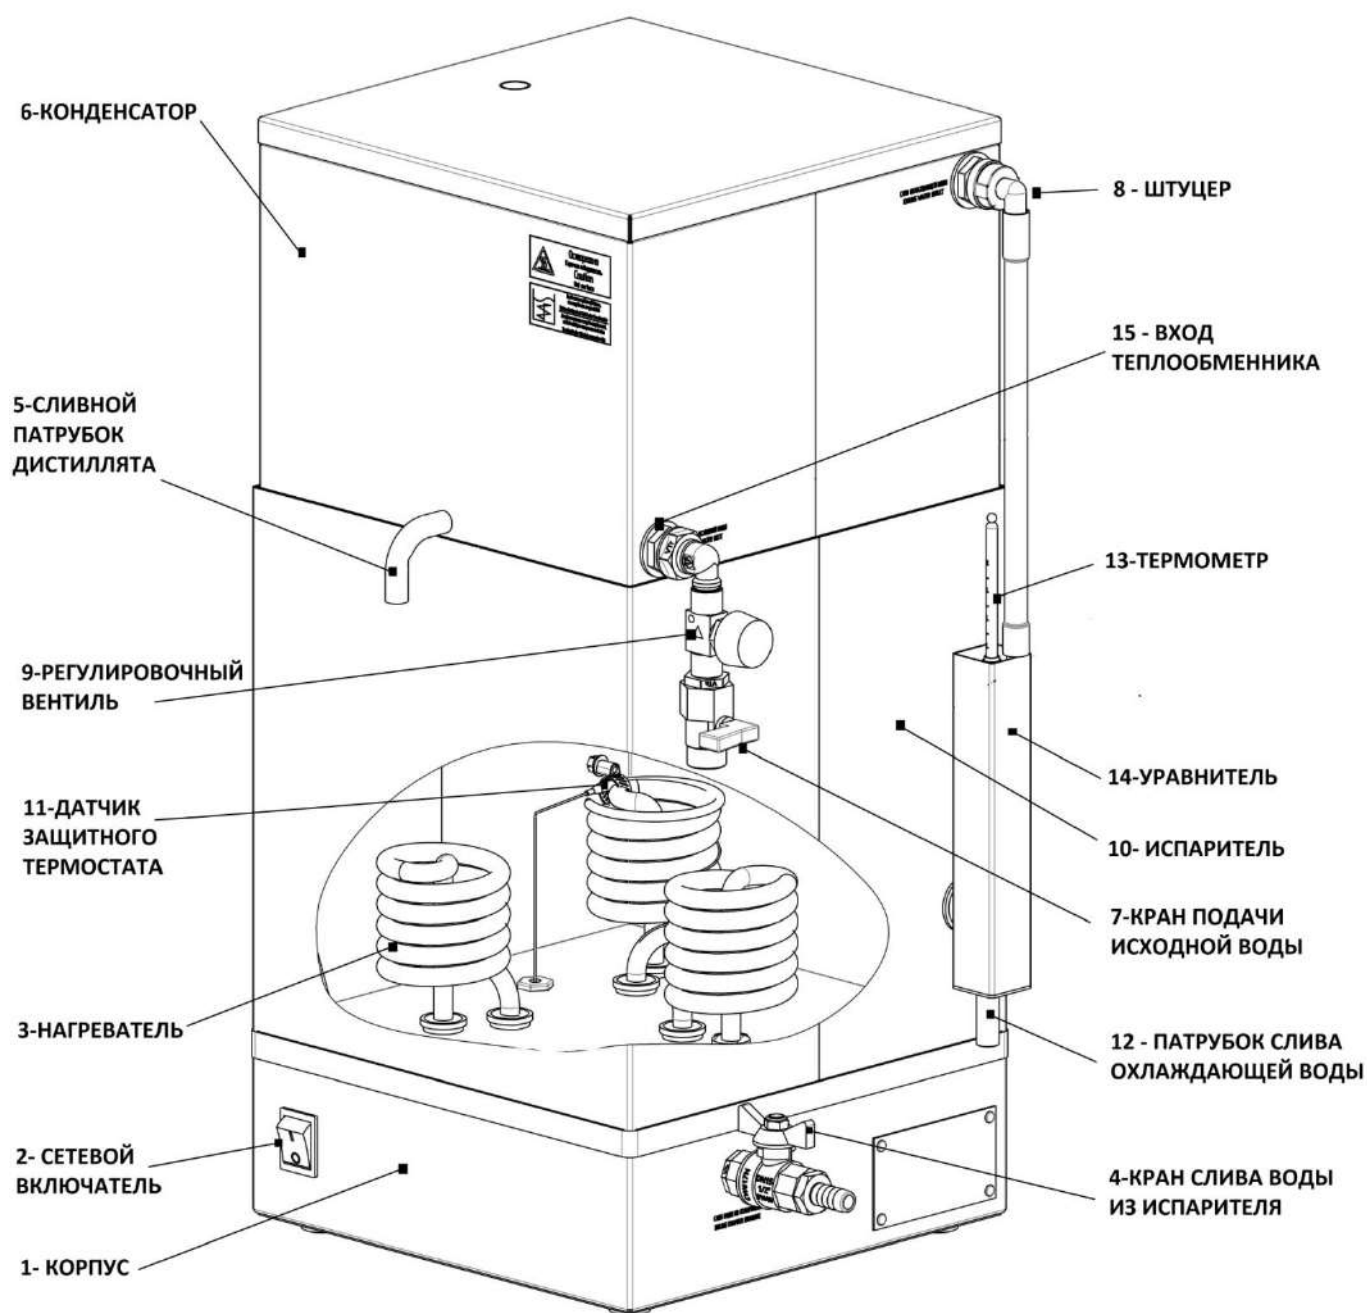
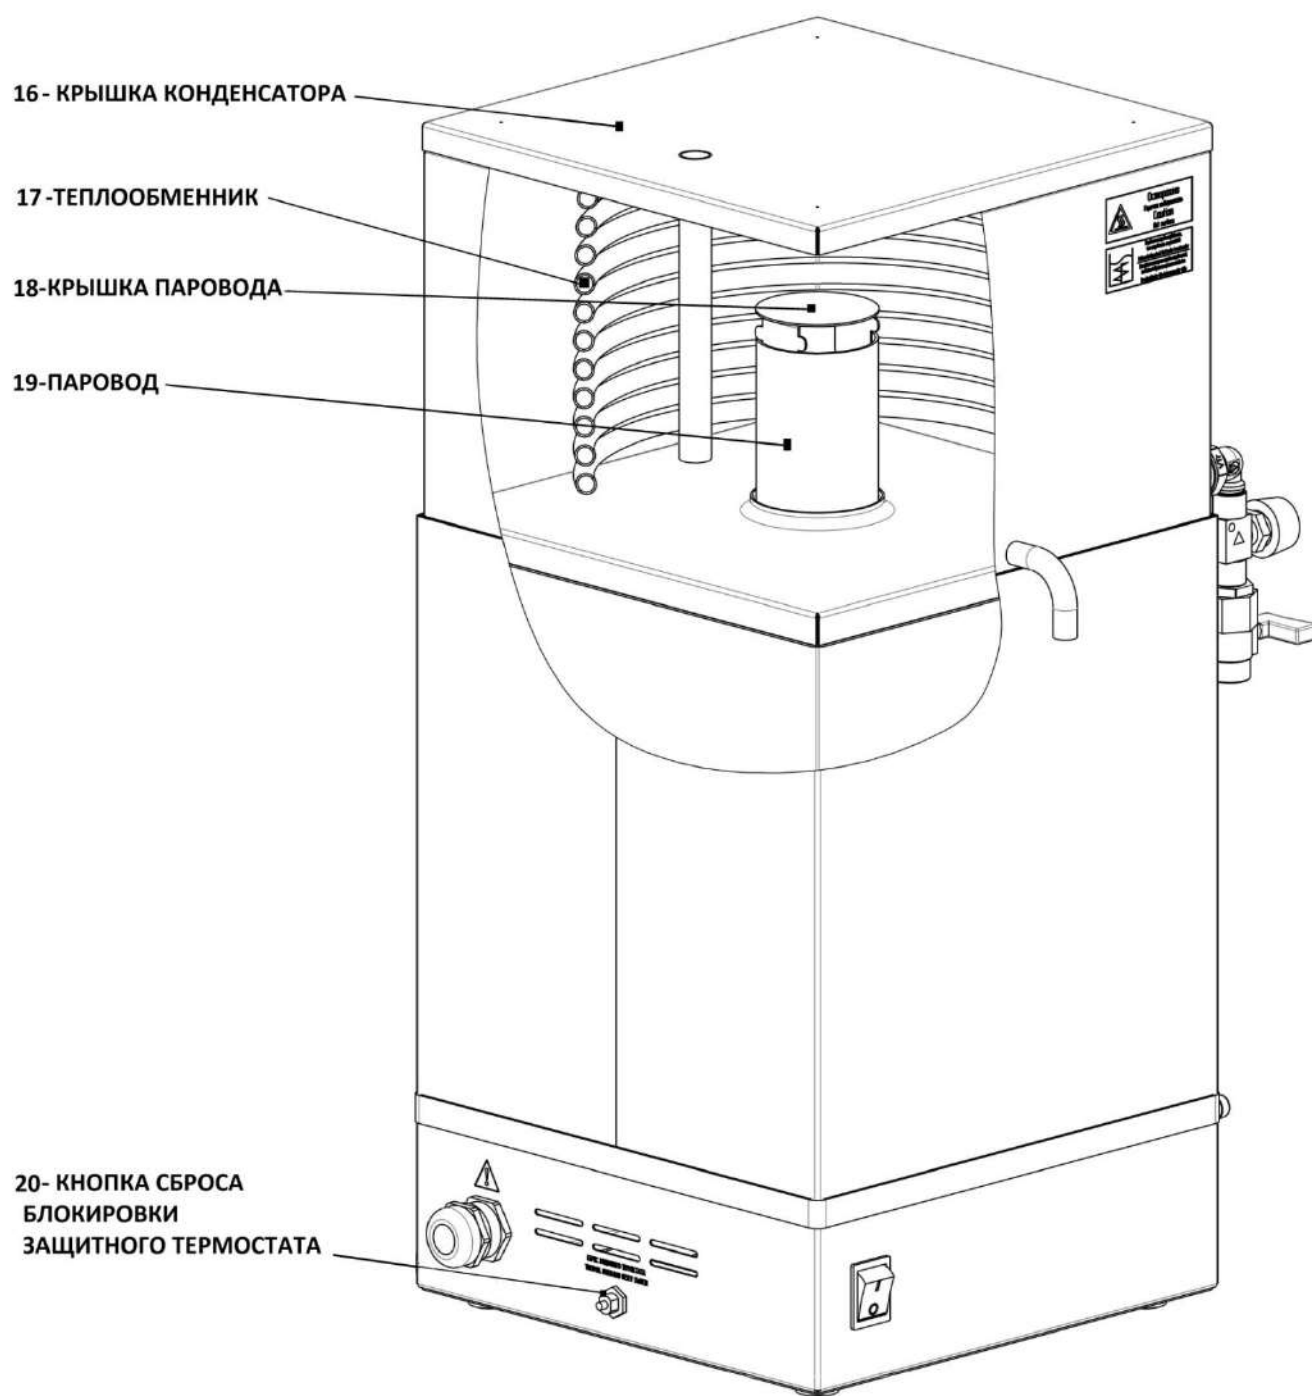

Рисунок 1. Устройство аквадистилляторов электрических Liston A 1204, Liston A 1210, Liston A 1225, где:
Рисунок 2. Устройство аквадистилляторов электрических Liston A 1204, Liston A 1210, Liston A 1225, где:
4.2.1. Исходная вода подается в испаритель через Кран подачи исходной воды поз.7 (Рисунок 1).
4.2.2. При включении Сетевого переключателя поз.2 (переключатель подсвечивается при включении) автоматика включает Нагреватель поз.3 (Рисунок 1)
4.2.3. Регулировка расхода воды, идущей на охлаждение, осуществляется с помощью Регулировочного вентиля поз.9 (Рисунок 1)
4.2.4. Исходная вода закипает в Испарителе поз.10 (Рисунок 1), образуется водяной пар, который сепарируется и через Паровод поз.19 (Рисунок 2) попадает в Конденсатор поз.6 (Рисунок 1). На внутренних стенках Конденсатора поз.6 (Рисунок 1) и Теплообменника поз.17 (Рисунок 2) пар конденсируется с образованием дистиллированной воды.
4.2.5. Уровень воды в испарителе поддерживается Уравнителем поз.14 (Рисунок.1) засчет перелива воды в сливную трубу.
4.2.6. Выход дистиллята производится через Сливной патрубок дистиллята поз 5. (Рисунок 1). Для сбора дистиллята используется дополнительная тара.
6.8. Присоединить трубку силиконовую (L=0,5м) к Сливному патрубку дистиллята поз. 5 (Рисунок 1) и закрепить пластиковой стяжкой (входит в комплект поставки).
6.9. Подключить сливной шланг 12x20 мм для аквадистилляторов Liston A 1204 и Liston A 1210 и шланг слива 16x25 мм для аквадистиллятора Liston A 1225 к Патрубку слива охлаждающей воды поз.12 (Рисунок 1). Соединение шланга с Патрубком слива охлаждающей воды поз.12 (Рисунок 1) стянуть винтовым хомутом, входящим в комплект поставки
ВАЖНО: Слив охлаждающей воды из Патрубка поз.12 должен быть свободным - шланг должен быть под уклоном и на нем не должно быть изгибов и колен (при необходимости можно уменьшить длину шланга). Перепад высот между Патрубком поз.12 и местом подключения шланга к канализации должен быть не менее 0,2 м. В противном случае возможно появление воздушной пробки, уровень воды в испарителе повысится и начнется перелив воды из Уравнителя поз.14 (Рисунок 1).
6.10. Произвести сборку узла подачи исходной воды, используя уплотнительную ленту (ФУМ), состоящего из Переходного ниппеля $\frac{1}{2}$ "- $\frac{1}{4}$ ", Угольника $\frac{1}{4}$ "- $\frac{1}{4}$ ", Вентиля регулировочного $\frac{1}{4}$ "- $\frac{1}{4}$ " поз.9 (Рисунок 1), Переходного ниппеля $\frac{1}{4}$ "- $\frac{1}{2}$ ", Крана подачи исходной воды $\frac{1}{2}$ " поз.7 (Рисунок 1). (Либо второй вариант - Угольника $\frac{1}{2}$ "- $\frac{1}{2}$ ", Переходного ниппеля $\frac{1}{2}$ "- $\frac{1}{4}$ ", Вентиля регулировочного $\frac{1}{4}$ "- $\frac{1}{4}$ " поз.9 (Рисунок 1), Переходного ниппеля $\frac{1}{4}$ "- $\frac{1}{2}$ ", Крана подачи исходной воды $\frac{1}{2}$ " поз.7 (Рисунок 1)), Все компоненты данного узла входят в комплект поставки.
6.11. Подключить собранный узел подачи исходной воды к Входу теплообменника поз.15 (Рисунок 1).
6.12. Подключить гибкую подводку $\frac{1}{2}$ " одним концом к Крану подачи исходной воды поз.7 (Рисунок 1), а другим концом через сетчатый фильтр $\frac{1}{2}$ " (входит в ком-
6.13. Присоединить Штуцер с наружной резьбой $\frac{1}{2}$ "-12 мм для аквадистиллятора Liston A 1204 и Штуцер с наружной резьбой $\frac{1}{2}$ "-16 мм для аквадистилляторов Liston A 1210 и Liston A 1225 через уплотнительную ленту (ФУМ) к Крану слива воды из испарителя поз.4 (Рисунок 1).
7.2. При первоначальном пуске, после длительного перерыва в работе, а также после ремонтно-профилактических работ, необходимо провести мойку и дезинфекцию наружных поверхностей аквадистиллятора, а также внутренних поверхностей Конденсатора поз.6 (Рисунок 1) и поверхности Теплообменника поз.17 (Рисунок 2) в соответствии с ОСТ 42-21-2-85 3% раствором перекиси водорода по ГОСТ 177-88 с добавлением 0,5% моющего средства типа «Астра», «Лотос» по ГОСТ 25644-96, а также 1% раствором хлорамина по ТУ 6-01-4689387-89
живания (слива воды из испарителя) необходимо заполнить Испаритель поз.10 водой до уровня, расположенного выше Нагревателей поз.3 (Рисунок 1).
7.4. Перед заполнением испарителя необходимо убедиться, что Кран слива воды из испарителя поз.4 (Рисунок 1) закрыт.
- Отсоединить силиконовую трубку, соединяющую Штуцер поз.8 и Уравнитель поз.14 в месте соединения с уравнивателем (Рисунок 1).
- Открутить гайку гибкой подводки от Крана подачи исходной воды поз.7 (Рисунок 1).
- Снять Крышку конденсатора поз.16 (Рисунок 2)
- Снять Крышку паровода поз.18 (Рисунок 2).
- Снять Конденсатор поз.6 с Испарителя поз.10 (Рисунок 1).
- Снять Паровод поз.19 (Рисунок 2)
- Наполнить Испаритель поз.10 (Рисунок 1) исходной водой до уровня, расположенного выше Нагревателей поз.3 (Рисунок 1) (Совет: Для наполнения можно воспользоваться подводкой исходной воды из системы водоснабжения)
7.7. Установить Термометр поз.13 (входит в комплект поставки) в специальное отверстие в Уравнивателе поз.14 (Рисунок 1)
7.8. Открыть полностью Кран подачи исходной воды поз.7 (Рисунок 1) в аквадистиллятор.
7.9. **ВНИМАНИЕ:** Перед каждым включением необходимо убедиться, что Нагреватели поз.3 (Рисунок 1) полностью покрыты водой, в противном случае произойдет аварийное отключение дистиллятора из-за перегрева нагревателей.
Для восстановления работы дистиллятора после перегрева необходимо дождаться, когда Нагреватели поз.3 (Рисунок 1) остынут, после чего нажать Кнопку сброса блокировки защитного термостата поз.20 (Рисунок 2), расположенную под черным завинчивающимся колпачком.
7.10. Для запуска аквадистиллятора нажать кнопку Сетевого включателя поз.2 (Рисунок 1) на передней панели в положение «I», при этом кнопка должна засветиться.
7.12. После выхода на рабочий режим необходимо отрегулировать расход воды, идущей на охлаждение, с помощью Регулировочного вентиля поз.9 и Термометра поз.13 (Рисунок 1). Оптимальным считается режим, когда температура воды на выходе из Штуцера поз.8 (Рисунок 1) равна 60-80 градусам Цельсия. Температура сливаемой воды, идущей на охлаждение, выше 80 градусов Цельсия означает, что расход ее недостаточный, при этом пар выходит из дистиллятора наружу, а температура получаемой дистиллированной воды повышается.
7.17. По окончании работы отключить аквадистиллятор от электрической сети, для чего нажать на кнопку Сетевого включателя поз.2 (Рисунок 1) в положение «0». При этом лампа «СЕТЬ» должна погаснуть.